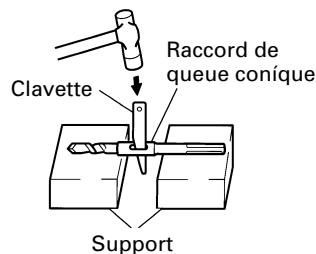

Fig. 13
- (1) Installer la mèche à queue conique dans le raccord de queue conique.
- (2) Mettre l'appareil sous tension et percer un trou de base.
- (3) Après avoir retirer la poussière avec une seringue, fixer le mandrin à la pointe du sabot et l'enfoncer dans le sabot avec un marteau.
- (4) Pour retirer la mèche à queue conique, insérer une clavette dans la fente du raccord de queue conique et frapper sur la clavette avec un marteau. (Fig. 13)